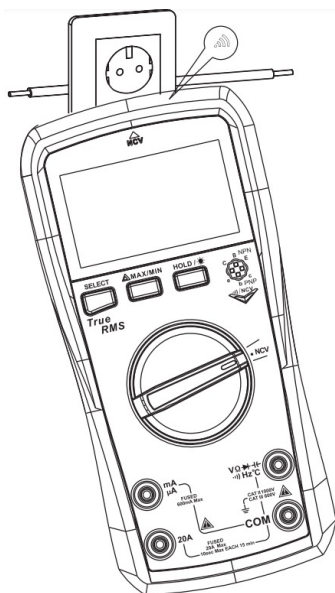

Рис. 10. Функция NCV
11. Функция NCV (см. рис. 10).